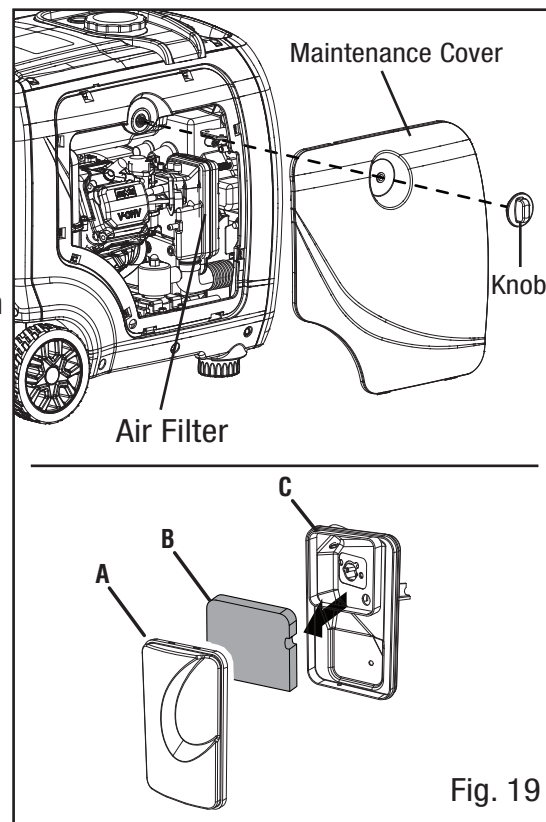

Fig. 19
2. Nehmen Sie die Abdeckung des Luftfilters ab (Abb. 19). Nehmen Sie das schwammartige Luftfilterelement aus dem Gehäuse. Wischen Sie überschüssiges Öl und eventuellen Schmutz aus dem Inneren des Luftfiltergehäuses.
1. Schrauben Sie den Knopf der Wartungsabdeckung ab und entfernen Sie die Abdeckung von der Seitenwand (Abb. 19).